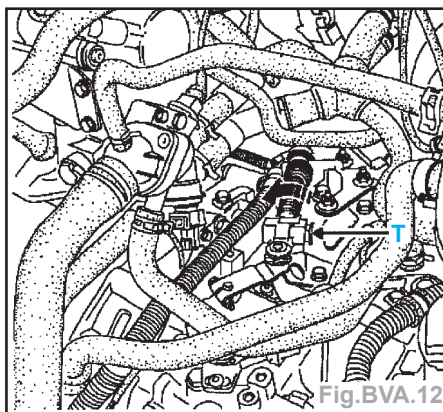

Fig.BVA.12
- appuyer sur le tiroir (T), puis bloquer en position à l'aide du clip (Fig.BVA.12).
- Appuyer sur le tiroir (T), puis le bloquer en position par le clip (Fig.BVA.12).
- Actionner le clip du tiroir (T) pour verrouiller la position. Le réglage est effectué.